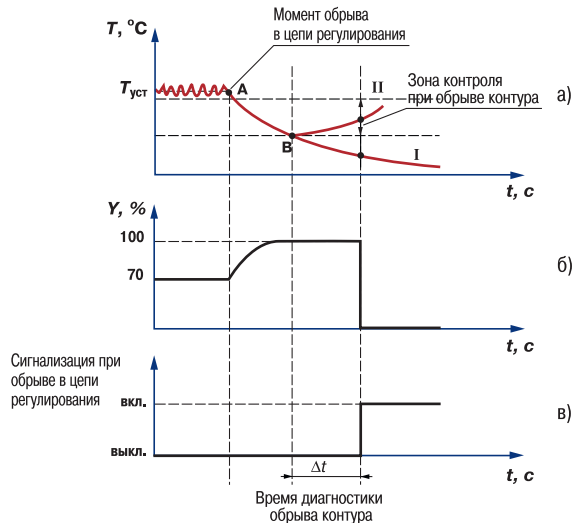

Рис. 13
3.2.8.3.3. Приведем пример срабатывания устройства диагностики обрыва контура (рис. 13).
В точке **A** нагреватель вышел из строя, и температура начинает уменьшаться (рис. 13,). Регулятор увеличивает выходной сигнал (рис. 13,), контролируя отклик системы. Поскольку температура продолжает уменьшаться, рассогласование растёт, и значение Y достигает 100 %. В момент достижения $Y = 100$ % (точка **B**) прибор начинает отсчет «времени диагностики обрыва контура» Δt .
Если по истечении этого времени температура продолжает уменьшаться, сигнализация срабатывает (кривая I на рис. 13,). Если температура стала расти, но за время Δt изменение температуры не превысило «ширину зоны диагностики обрыва контура»
(кривая II на рис. 13,), сигнализация также срабатывает (рис. 13,).